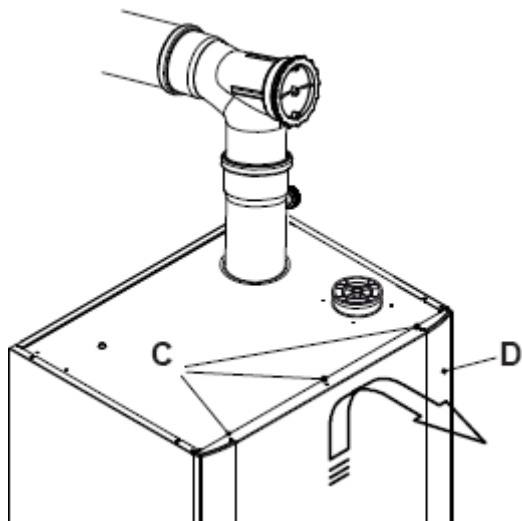

рис. 9.1
• Открутите винты (С) и снимите фронтальную панель (D), потянув вверх, чтобы снять её с нижних крючков (см. рис. 9.1).